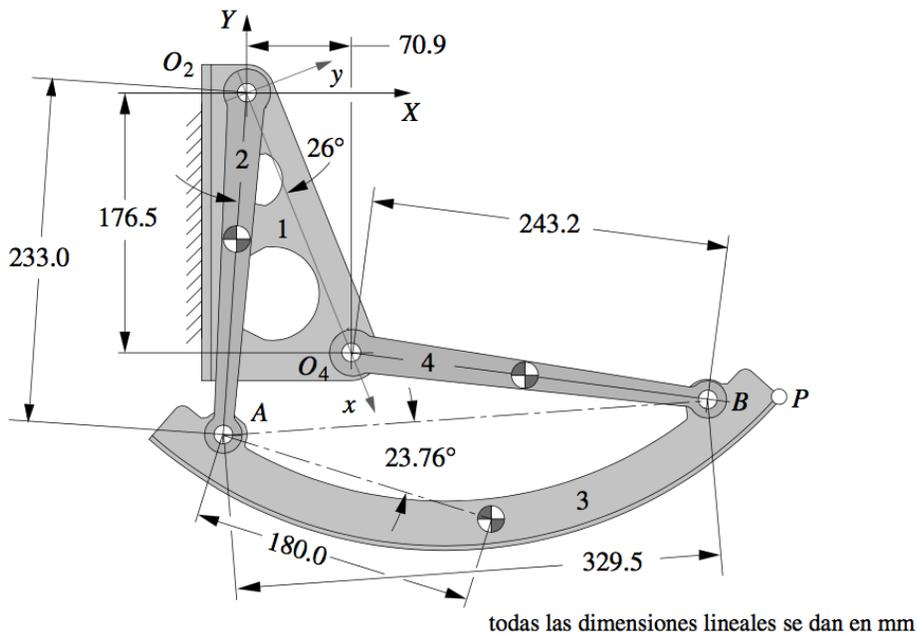

Figura 7: Problema 7: Un mecanismo de un compartimiento para equipaje de mano en un avión
7. La figura 7 muestra el mecanismo de un compartimiento para equipaje de mano en un avión, visto en la sección lateral. Para la posición mostrada, dibuje los diagramas de cuerpo libre de los eslabones 2 y 4 y la puerta (3) usando nombres de variables similares a los empleados en los talleres realizados en clase. Hay topes que evitan un movimiento adicional en el sentido horario de la parte 2 (y una parte idéntica detrás de ella en el otro extremo de la puerta), lo cual da como resultado fuerzas horizontales aplicadas a la puerta en los puntos A. Suponga que el mecanismo es simétrico, de modo que cada conjunto de los eslabones 2 y 4 soportan la mitad del peso de la puerta. Ignore el peso de los eslabones 2 y 4 ya que son insignificantes. Determine las fuerzas del perno sobre la puerta (3) y los eslabones 2 y 4, así como la fuerza de reacción sobre cada uno de los topes.